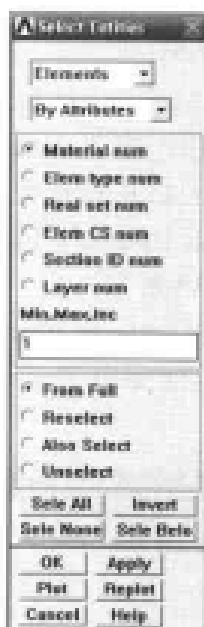
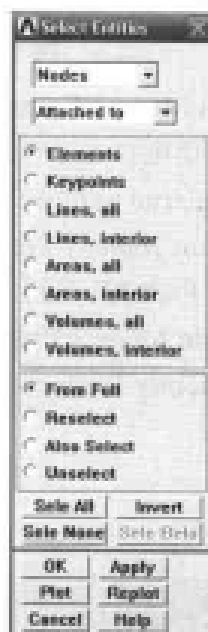

图 13-138 选择实体对话框
图 13-139 选择实体对话框
(3) 选择 Utility Menu | Select | Entities 命令，出现 Select Entities 对话框，参照图 13-138 对其进行设置，单击 Apply 按钮，参照图 13-139 对其进行设置，单击 OK 按钮关闭该对话框。
拉列表框中选择 Elements 选项, 在第 2 个下拉列表框选择 By Attributes 选项, 在第 3 个选项组中选 Material num 单选按钮, 在 Min,Max,Inc 文本框中输入 2, 单击 Apply 按钮, 参照图 13-139 所示对其进行设置, 单击 OK 按钮关闭该对话框。